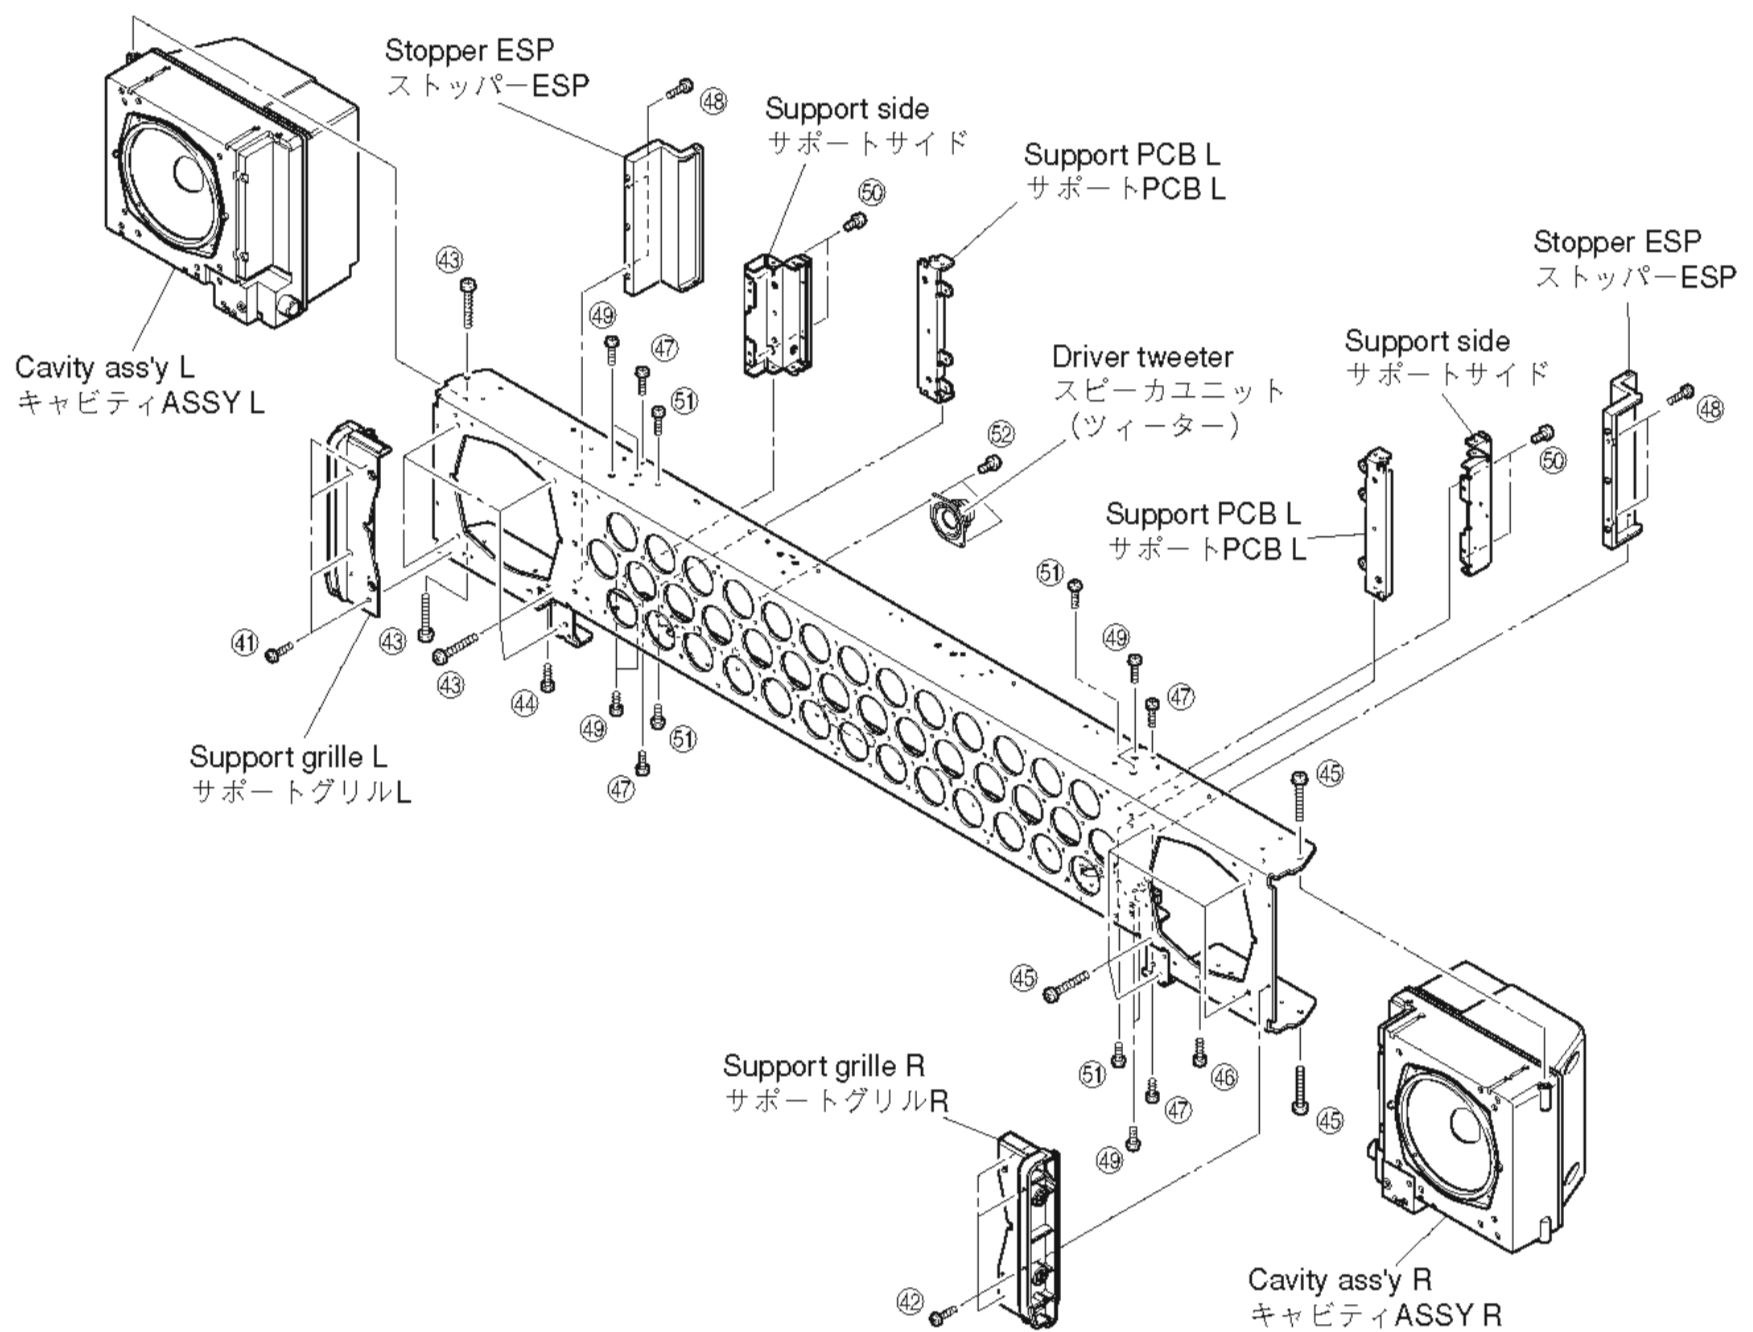

Fig. 15
- Remove 4 screws (41) and then remove the support grille L. (Fig. 15)
- Remove 4 screws (42) and then remove the support grille R. (Fig. 15)
- Remove 7 screws (43), screw (44) and then remove the cavity ass'y L. (Fig. 15)
- Remove 7 screws (45), screw (46) and then remove the cavity ass'y R. (Fig. 15)
- ④①のネジ4本を外し、サポートグリルLを取り外します。(Fig. 15)
- ④②のネジ4本を外し、サポートグリルRを取り外します。(Fig. 15)
- ④③のネジ7本と④④のネジ1本を外し、キャビティASSY Lを取り外します。(Fig. 15)
- ④⑤のネジ7本と④⑥のネジ1本を外し、キャビティASSY Rを取り外します。(Fig. 15)
- Remove 4 screws (47), 4 screws (48) and 2 stopper ESP. (Fig. 15)
- Remove 8 screws (49), 4 screws (50) and 2 support side. (Fig. 15)
- Remove 4 screws (51) and 2 support PCB L. (Fig. 15)
- Remove 2 screws/piece (52). (Fig. 15)
- Remove the driver tweeter. (Fig. 15)
- ④⑦のネジ4本、④⑧のネジ4本を外し、ストッパー-ESP2個を取り外します。(Fig. 15)
- ④⑨のネジ8本、④⑩のネジ4本を外し、サポートサイド2個を取り外します。(Fig. 15)
- ④⑪のネジ4本を外し、サポートPCB L2個を取り外します。(Fig. 15)
- ④⑫のネジ2本/個を外します。(Fig. 15)
- スピーカーユニット(ツイーター)を取り外します。(Fig. 15)